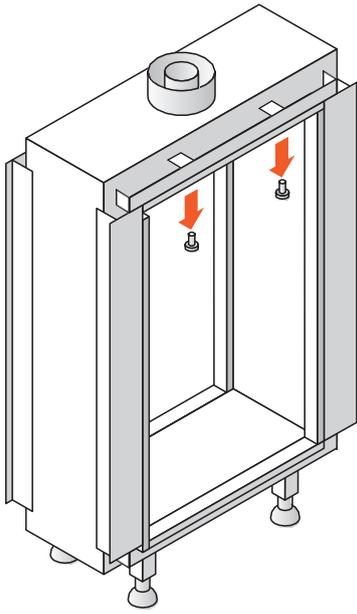

Fig. 10.4 Dévisser l'habillage supérieur
- Retirez les deux habillages latéraux. Ils sont maintenus en place par des clips magnétiques (figure 10.4).